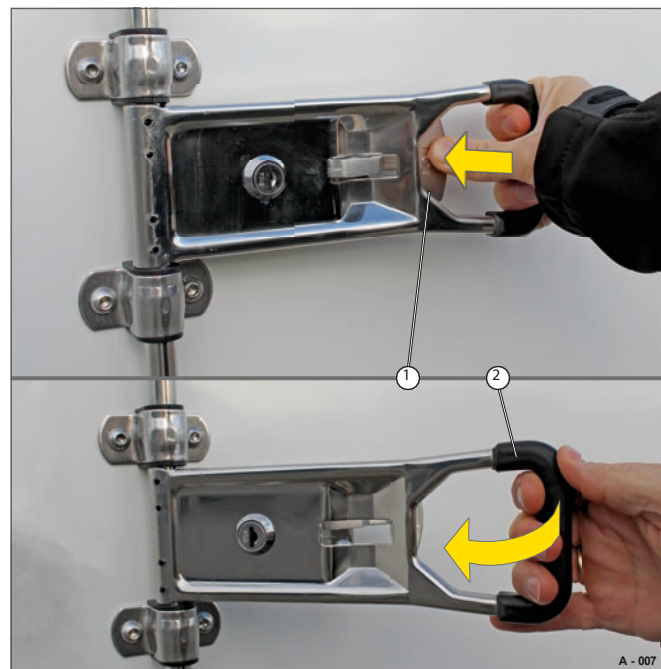

Fig. 7 Desbloqueio do fecho da espagnolette
- Pressionar o fecho de pressão (Fig. 7/1) da fechadura.
- Ao mesmo tempo, rodar a pega (Fig. 7/2) para fora.
- Desbloquear o fecho da espagnolette - ver Fig. 7 na página 52.